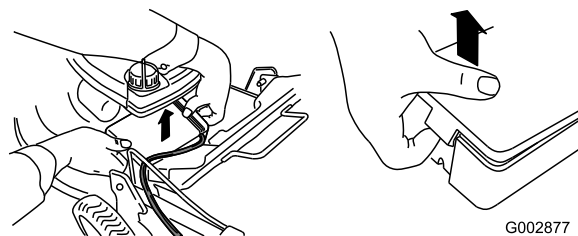

Figura 8
- Sbloccate il coperchio della batteria da ambo i lati e toglietelo (Figura 8).